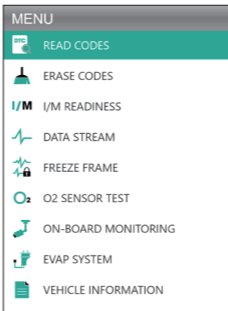

Figura 3.2.2
2. Para recuperar los DTC, selecciona Leer Códigos (Consulte la Figura 3.2.2) y presiona [OK]. La herramienta de escaneo se comunicará con la ECU y te presentará los DTC.